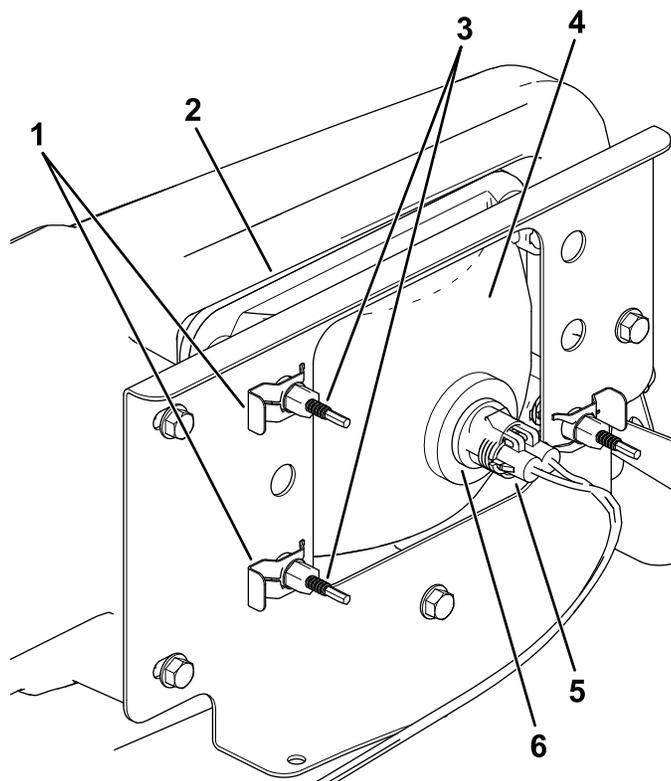

Рисунок 53
3. Отсоедините электрический соединитель жгута проводов от соединителя лампы в сборе (Рисунок 53).
4. Снимите скобы под саморез, которые крепят фару к кронштейну фары (Рисунок 53).
5. Снимите фару в сборе, подавая ее вперед сквозь отверстие в переднем бампере (Рисунок 53).
6. Вставьте новую лампу через отверстие в бампере (Рисунок 53).
8. Подсоедините электрический соединитель жгута к соединителю лампы в сборе (Рисунок 53).
5. В задней части узла передней фары поверните регулировочные винты (Рисунок 53), чтобы повернуть фару и изменить положение луча.